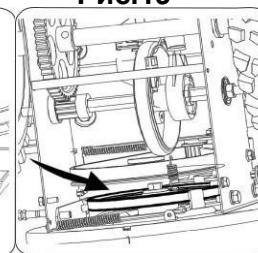

Рис.21
4. Снимите приводной ремень со шкива и разместите между фрикционным колесом и диском фрикциона. Рис.21.